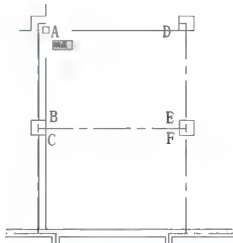

图 2.58 绘制 AD 墙的正确操作
(6) 按 Enter 键重复【多线】命令。
① 在指定起点或 [对正(J)/比例(S)/样式(ST)]: 提示下, 捕捉 D 点。
② 在指定下一点或 [闭合(C)/放弃(U)]: 提示下, 将光标水平向左拖动, 然后捕捉 A 点(图 2.58)并按 Enter 键结束命令, 绘制出 DA 墙。
(7) 按 Enter 键重复【多线】命令。
① 在指定起点或 [对正(J)/比例(S)/样式(ST)]: 提示下, 捕捉 E 点。
② 在指定下一点或 [闭合(C)/放弃(U)]: 提示下, 将光标垂直向上拖动, 然后捕捉 D 点并按 Enter 键结束命令, 绘制出 ED 墙。